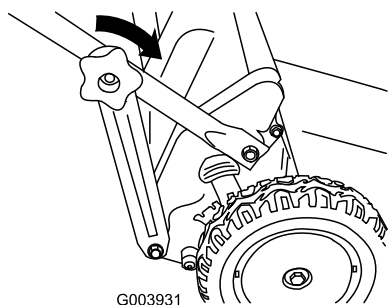

Figura 16
3. Instale los pomos del manillar inferior y apriételos a mano todo lo que pueda (Figura 16).